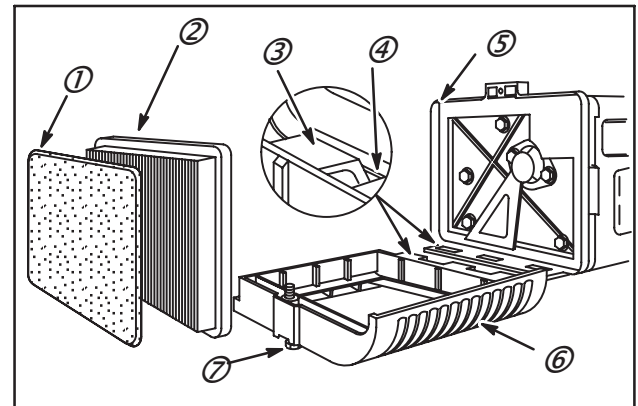
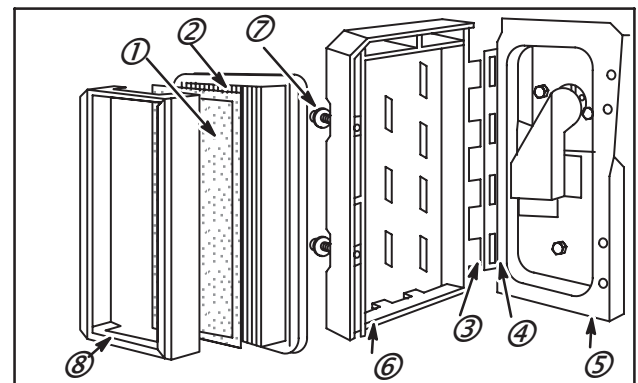

Fig. 9
Fig. 10
Cartouche plate (Fig. 9, 10)
1. Desserrer la ou les vis (7) et retirer le couvercle (6). Basculer pour retirer les couvercles avec les ergots (3) et les fentes (4), Fig. 9.
2. Retirer soigneusement la cartouche (2), le pré-filtre en mousse (1) et le système de fixation (8), si prévu.
3. Nettoyer le pré-filtre (1) de la manière décrite à la page 10.
4. Installer la cartouche, le pré-filtre en mousse et le système de fixation (8), si prévu. Si le pré-filtre possède une lèvre, en noter le sens pendant le démontage et remonter en conséquence.
5. Fermer le capot (6) et serrer fermement la ou les vis (7). Les ergots (3) du couvercle (le cas échéant) doivent être correctement insérés dans les fentes (4) de la plaque support (5), Fig. 10.